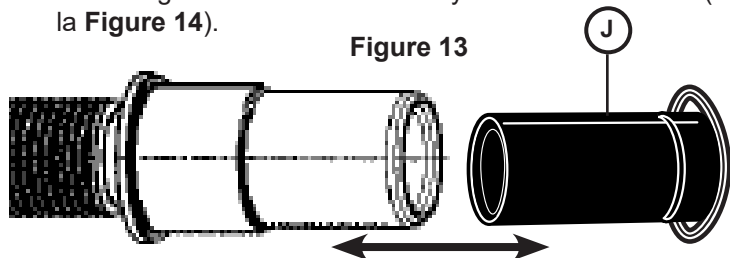

Figure 13
2. Utiliser la bride à ressort de l'adaptateur (J) de tuyau de vidange en caoutchouc qui se trouve dans le nécessaire d'installation du lave-vaisselle (**ne pas utiliser des pièces de substitution**).
3. Introduire le tuyau de vidange du lave-vaisselle dans **l'extrémité du tuyau d'évacuation** (voir la **Figure 13**). Veiller à bien enfoncer le tuyau de vidange.